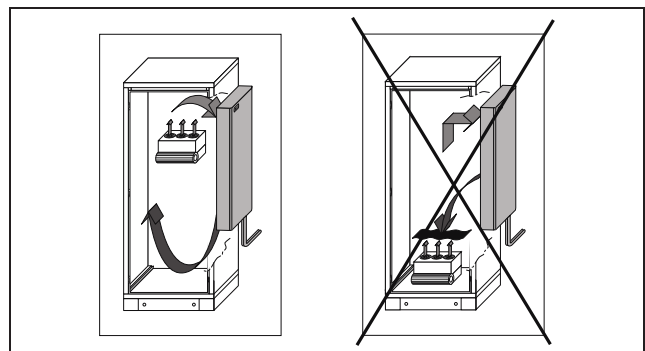

Bild 3: Rikta aldrig kallluftsströmmen mot aktiva komponenter
- Var särskilt uppmärksam på luftströmmen från elkomponenternas egna fläktar (bild 3).